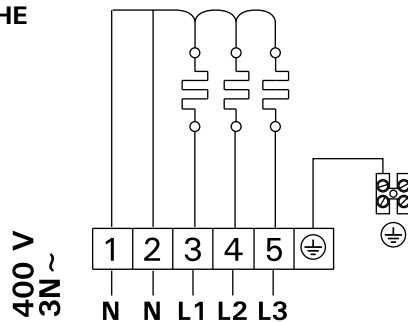

Рисунок 5. Электрические подключения
- В качестве кабеля (рис. 5: А) следует использовать резиновый кабель типа HO7RN-F или подобный.
- Кроме разъемов питания каменки РС оснащены также разъемом (Р), который делает возможным управление электрическим нагревом (см. рис. 5). Кабель управления электро-отоплением подводят прямо к розетке каменки и дальше с помощью резинового кабеля, равного по толщине кабелю подключения, к клеммнику.